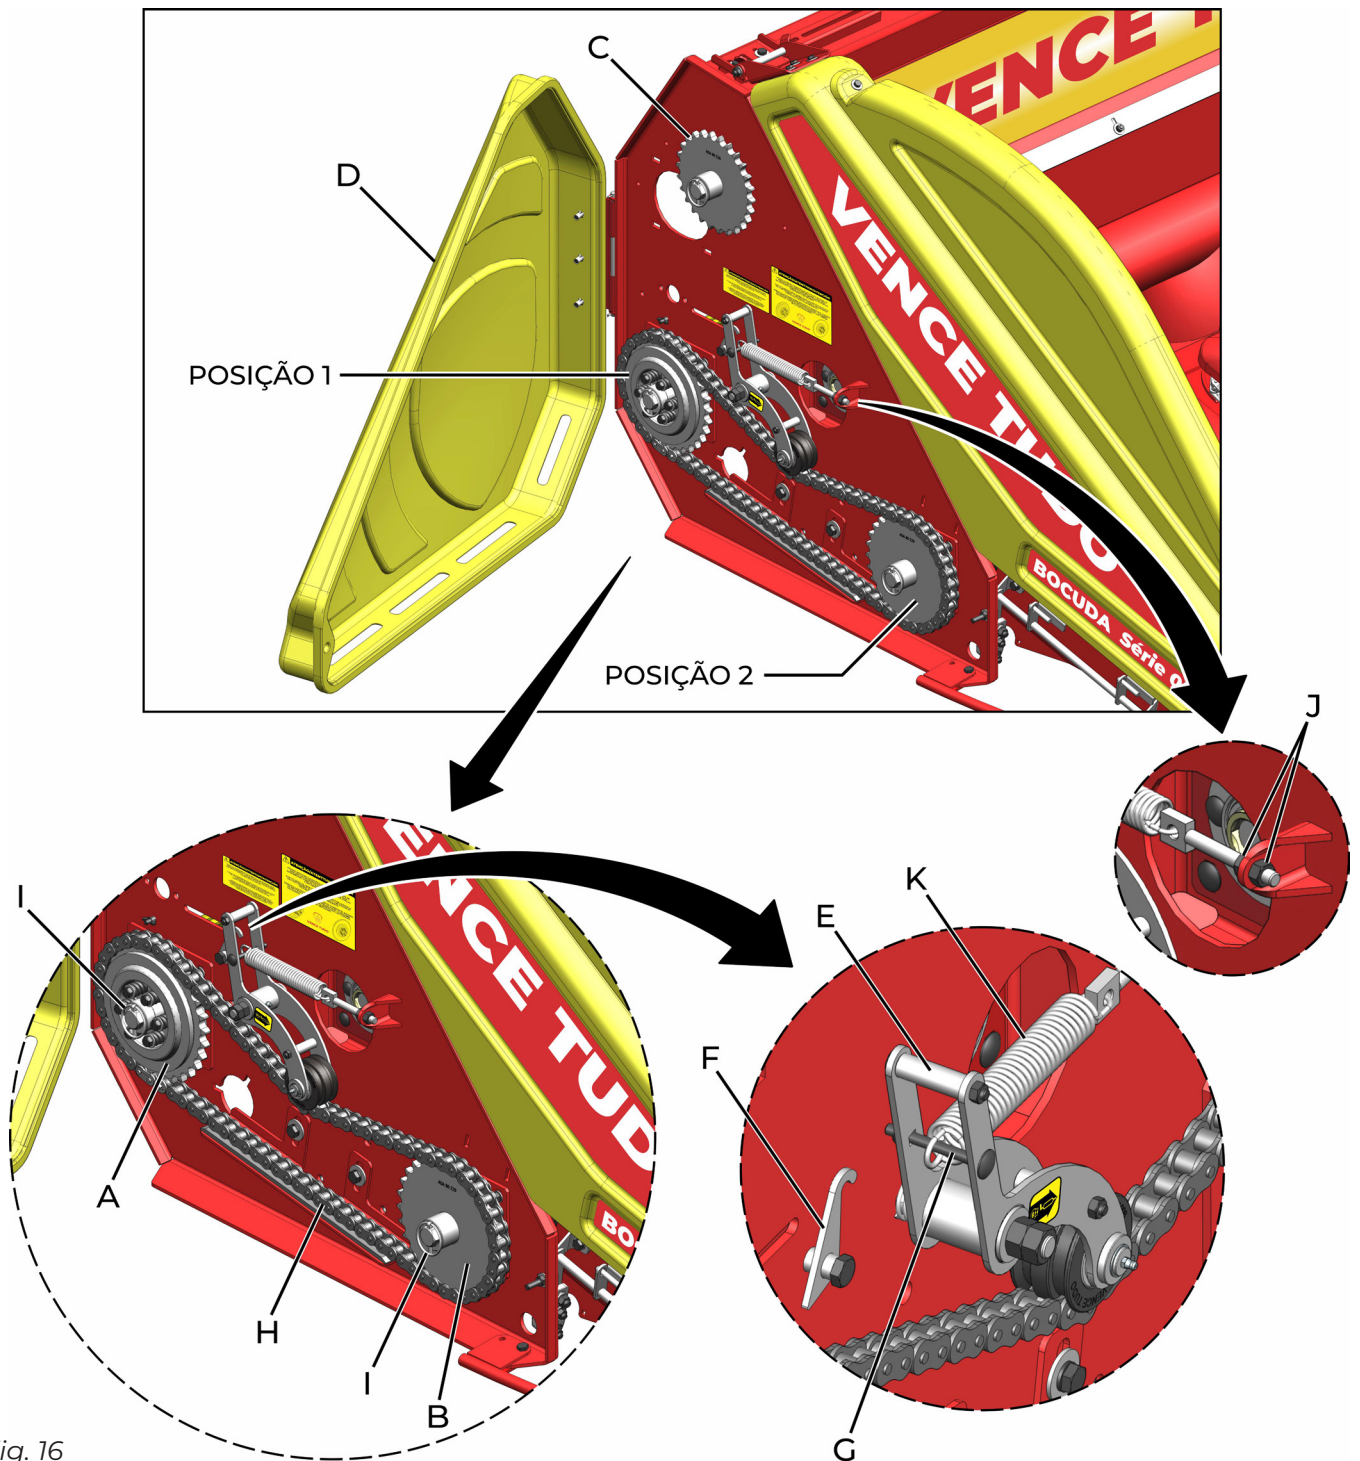

fig. 16
A PLATAFORMA PARA MILHO VENCE TUDO, BOCUDA SÉRIE 08, sai montada de fábrica com as rodas dentadas de transmissão com 30 dentes (*limitador de torque*) (A) (fig. 16) e com 29 dentes (B), onde a posição 1 sempre será *motriz* e a posição 2 *movida*. Esta relação poderá ser alterada de acordo com a velocidade de colheita pretendida pelo operador, porém, a roda dentada com 30 dentes (*limitador de torque*) (A) sempre deve ser mantida em uma das posições 1 ou 2, e a roda dentada com 29 dentes (B) pode ser substituída ou pela roda dentada com 26 dentes (C), ou 23 dentes que é enviada juntamente na caixa de peças adicionais.
1. Abra o capô lateral (D) (fig. 16);
2. Puxe o esticador (E) e engate a trava (F) no parafuso (G) e então, remova a corrente (H);
3. Retire os pinos trava com argola (I) e faça a substituição das rodas dentadas (A) e/ou (B), conforme a opção desejada;
4. Monte novamente os pinos trava com argola (I) e a corrente (H). Ao montar a corrente, observe se haverá ou não, a necessidade de ajuste no comprimento da mesma, caso haja, utilize as emendas e reduções que estão disponíveis na caixa de peças adicionais para fazer tal ajuste;
5. Solte a trava (F) liberando o esticador (E). Se necessário, ajuste a tensão da corrente por meio das porcas (J) que tensionam a mola (K).